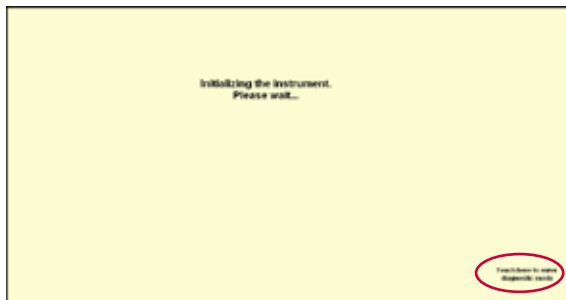
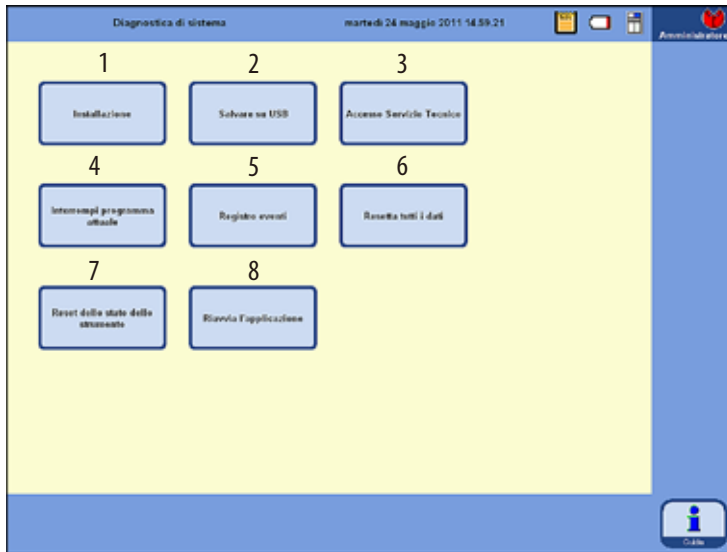

Fig. 58
Fig. 60
- Ad accensione avvenuta, lo strumento necessita di un breve intervallo per inicializzarsi. Ciò viene visualizzato sullo schermo, come mostrato qui accanto (fig. 58).
nell'angolo in basso a destra durante l'inizializzazione (fig. 58) si viene condotti al menu **DIAGNOSTICA DI SISTEMA** (fig. 60).
A tale scopo, premere il pulsante **RIAVVIA L'APPLICAZIONE** (8 in fig. 60) e confermare la domanda che segue con **Sì**. L'inizializzazione si riavvia come indicato nella fig. 58 e nella fig. 59.